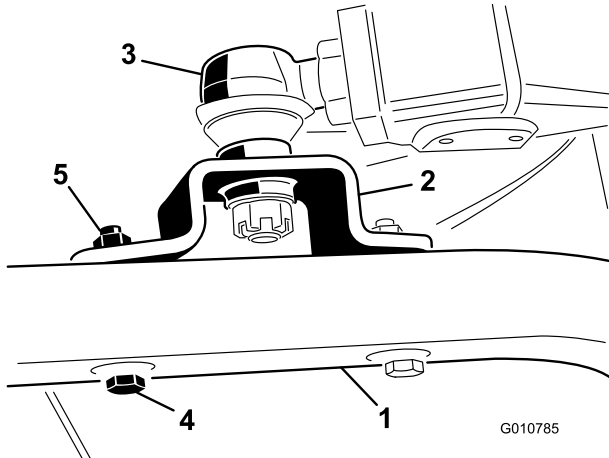

Figura 7
4. Sujete los soportes de las articulaciones esféricas a los brazos de las ruedas giratorias con 2 tornillos de caperuza (7/16" x 3") y tuercas con arandela prensada (7/16") (Figura 7).
5. Apriete la contratuerca grande que sujeta la articulación esférica al brazo de empuje (Figura 7).